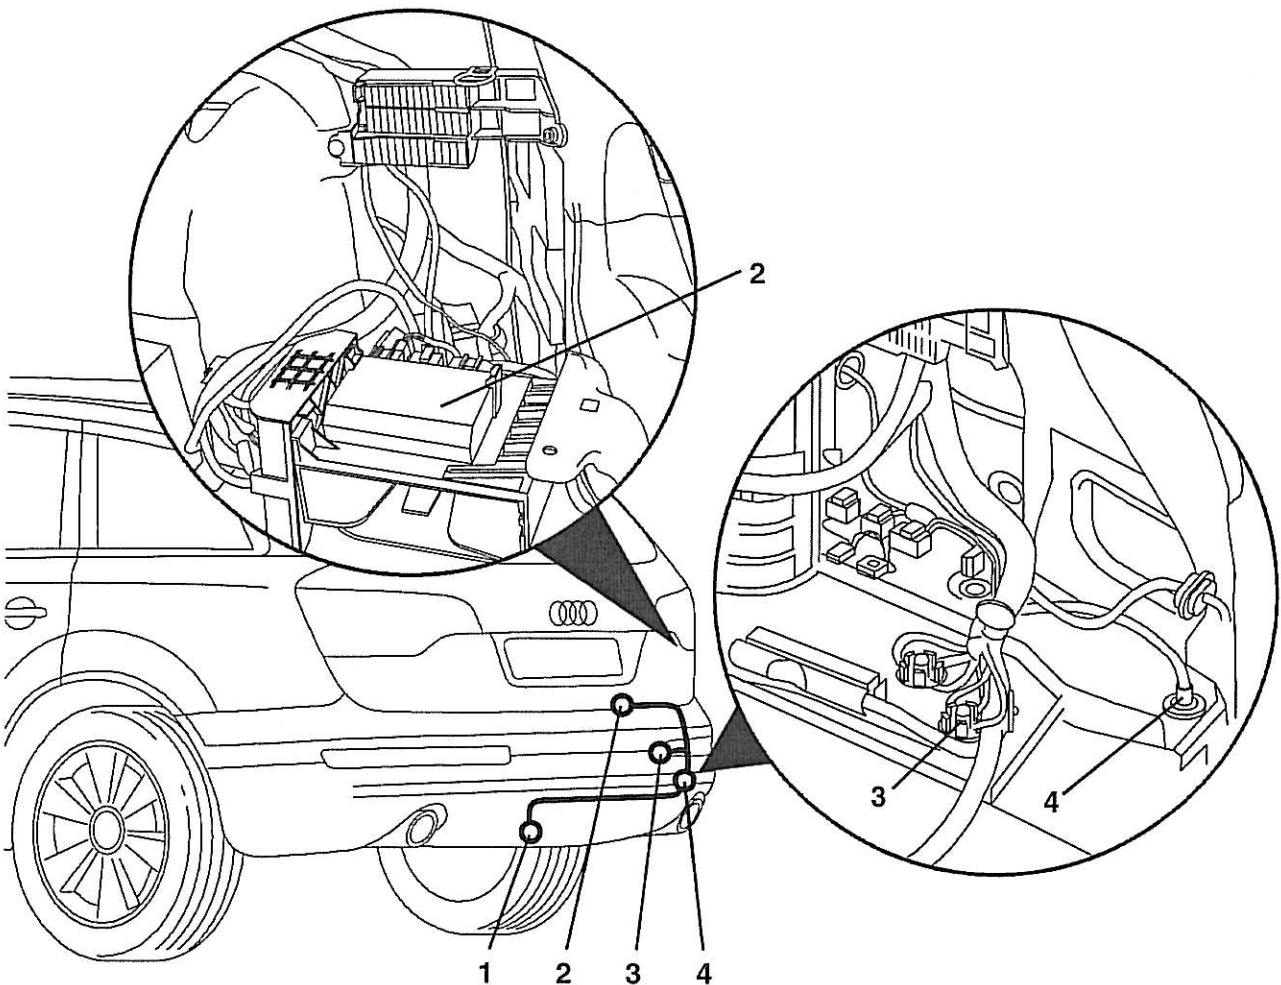

Fig.1: Resumen de montaje
3. Retirar la cubierta de orificios del vehículo por debajo de la unidad de luces trasera derecha en la chapa del piso (fig. 1/4).
4. Tender el extremo del cable con el enchufe de 16 polos desde el exterior a través del pasacables hacia el punto de masa (fig. 1/3).
5. Colocar la boquilla de goma en el pasacables (fig. 1/4).
8. Conectar los cables marrones con las argollas anulares al punto de masa del vehículo (fig. 1/3), en la parte trasera, a la derecha.
9. Insertar la unidad de control de remolque sobre el soporte para aparatos (fig. 1/2) y enclavarla.